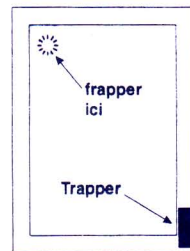

Fig.6
3. Assener un coup net sur la zone protégée, sur un point le plus éloigné possible du détecteur en utilisant un objet solide ou un outil de dimensions appropriées, comme illustré sur la Figure 6.